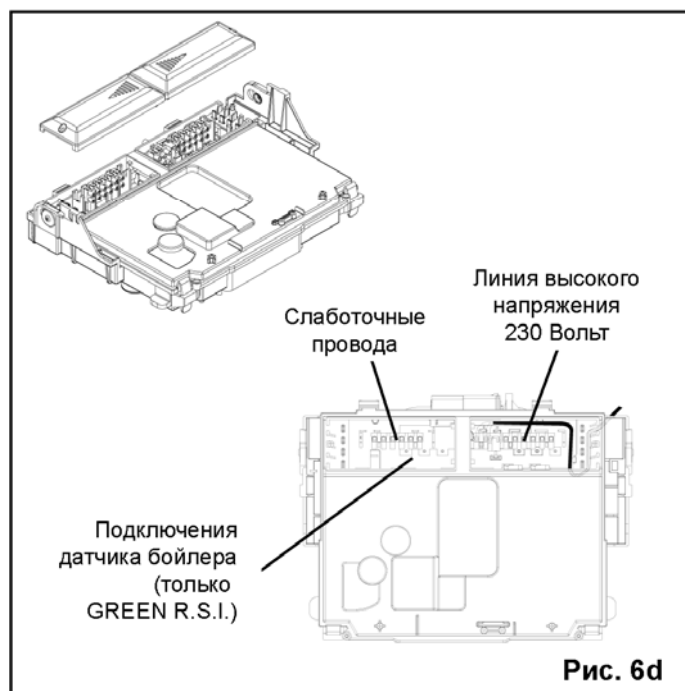

Рис. 6d
- откройте крышечки клеммных колодок, сдвинув их в направлении стрелок (рис. 6d).